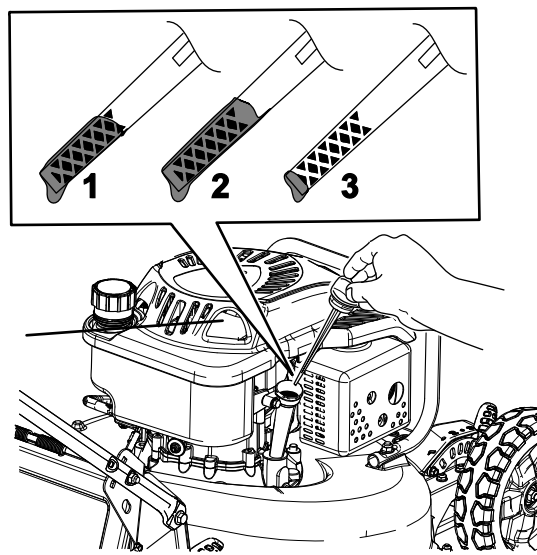

Figura 8
2. Retire la varilla (Figura 8) y vierta aproximadamente tres cuartas partes de la capacidad total del cárter por el tubo de llenado de aceite.
5. Retire la varilla y compruebe el nivel de aceite en la misma (Figura 8).